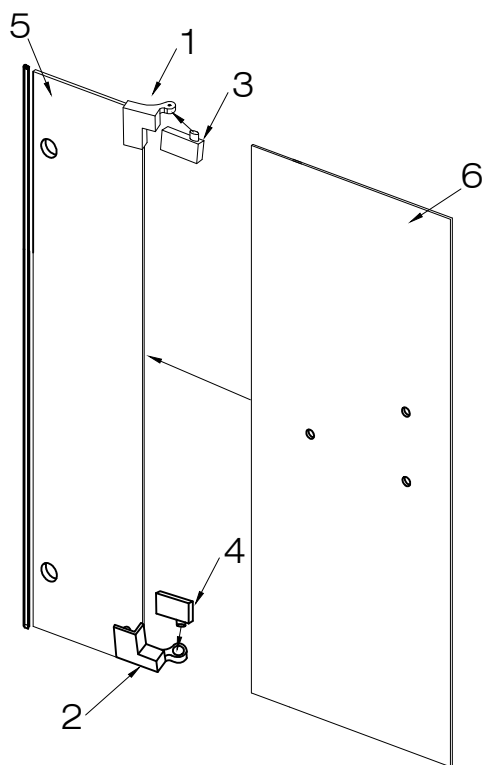

FIG.5
1. Inserte la parte convexa de la bisagra de giro doble (nro. 4) en el punto cóncavo de la base de la bisagra de giro doble (nro. 2) [CONSULTE LA FIG. 5].